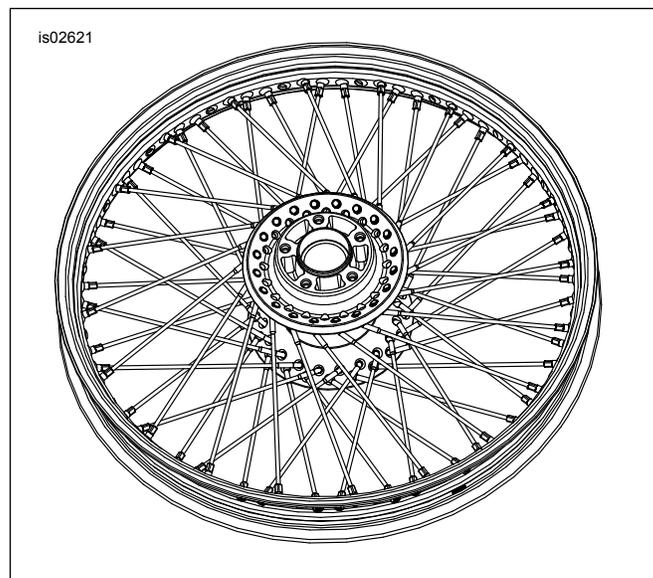

Figura 7. Installazione dei raggi esterni
7. Vedere Figura 7. Girare il cerchione in modo che il disco del freno sia rivolto verso il **basso**. Inserire nel mozzo uno qualsiasi dei raggi della fila **esterna**. Inclinare ogni raggio in senso antiorario ed inserirlo sul cerchione nel foro con l'angolazione corrispondente. Assemblare, senza serrare, il nipplino del raggio.